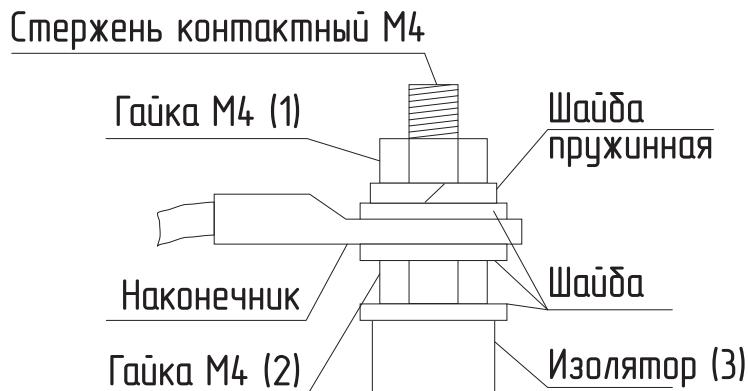

Рис.7 Присоединение проводов к выводам блок ТЭН
- при замене блок ТЭН присоединение фазных проводов к выводам блок ТЭН производить согласно **Рис.7**. Сечение кабеля указано в **таблице 1**;
- провод нейтрали «N» подключить на перемычку блока ТЭН (**Рис.7**).